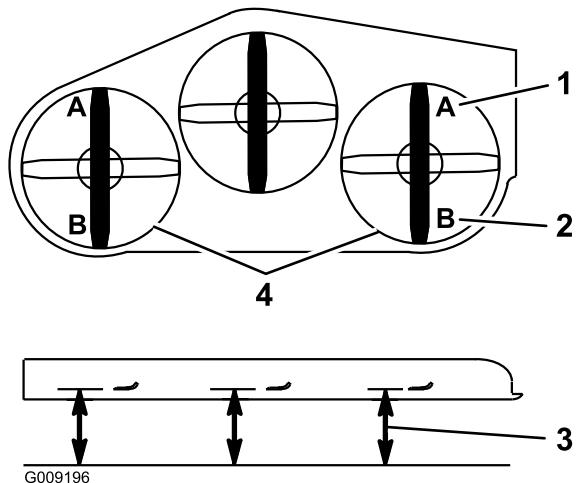

Figura 87
Nota: La distancia debe ser de 7.6 cm (3"), según se muestra en Figura 87.
15. En ambos lados de la carcasa, mida desde la superficie nivelada hasta la punta trasera de la cuchilla (Posición B), según se muestra en Figura 87.